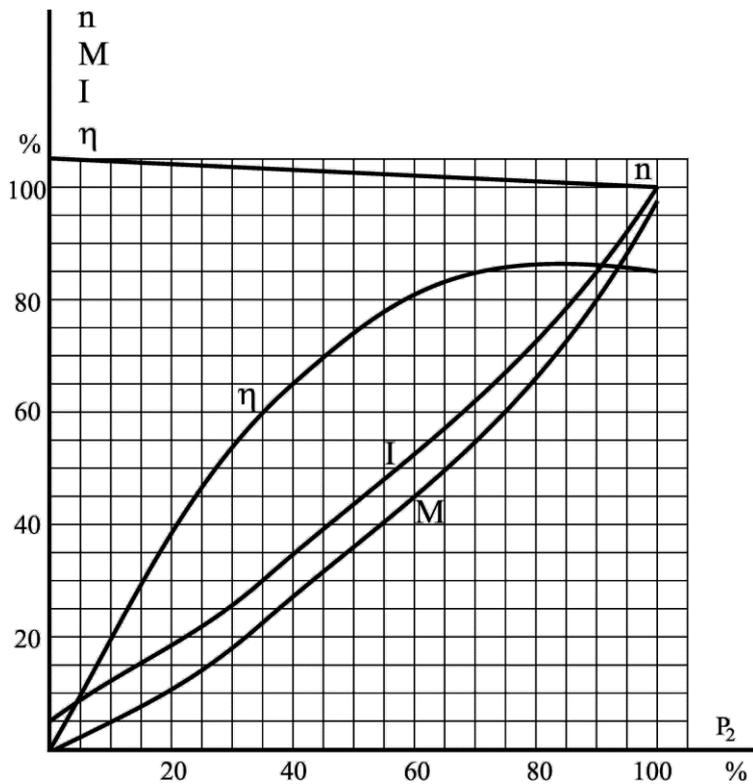

Рис. 5.5.1. Робочі характеристики двигуна паралельного збудження
За допомогою розрахунків і характеристик двигуна паралельного збудження (рис. 5.5.1) визначити і порівняти між собою:
2. Із робочих характеристик двигуна, відповідно до рис. 5.5.1, при знайденому 30% навантаженні струмом від номінального знаходимо у відсотках коефіцієнт корисної дії η '% і швидкість обертання n '%.